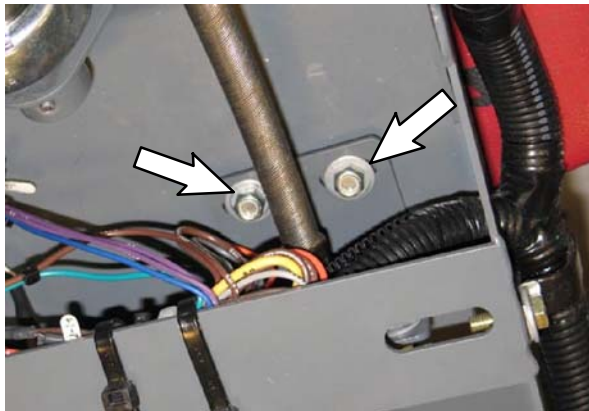

ABB. 32
4. Montieren Sie die Stützstange bzw. das Flanschlager wieder am Lenkkanal. Ziehen Sie die Kleinteile lose an. **ZIEHEN SIE DIE KLEINTEILE NICHT VOLLSTÄNDIG AN.** Die Kleinteile werden erst später vollständig angezogen. (Abb. 32)